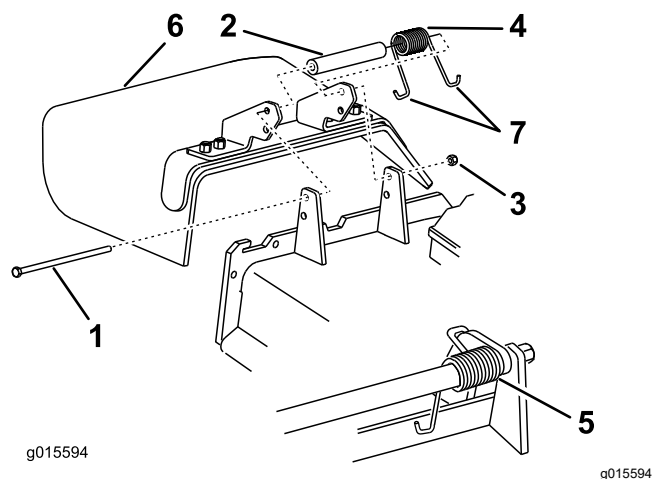

Figura 86
- Retire la contratuerca, el perno, el muelle y el espaciador que sujetan el deflector a los soportes de pivote (Figura 86).
Nota: Asegúrese de colocar un extremo con gancho en J del muelle detrás del reborde de la carcasa antes de instalar el perno, según se muestra en Figura 86.
- Coloque 1 extremo en J del muelle alrededor del deflector de hierba (Figura 86).